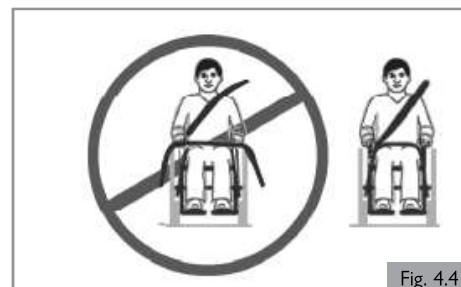

Fig. 4.4
23. Les ceintures de retenue doivent être resserrées le plus possible, tout en respectant le confort de l'utilisateur et sans gêner sa respiration (Fig. 4.4).